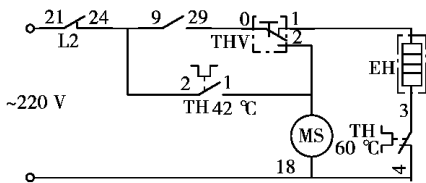

图 2.18 加热电路
1) 静止加热程序 洗衣机进入静止加热程序后,如果调温器选择了加热温度而且该温度低于 42 摄氏度,此时温度控制器 TH42 摄氏度常开触点不起作用,电流经水位开关 L2 的 21-24、程控器触点 9-29、调温器常闭触点 P-1 和加热器 EH,对洗涤液加热至洗涤液温度达到设定值后,调温器 THV 的触点 P-1 断开,切断加热电路,触点 P-2 动作接通程序控制器电动机 MS,使其得电旋转,洗衣机进入洗涤状态。若调温器选择温度高于 42 摄氏度,则加热器把水温加热到 42 摄氏度时,温控器常开触点 TH42 摄氏度动作,接通程序控制器电动机 MS 使其得到电旋转,洗衣机进入洗涤状态。因为调温器触点 P-1 没有动作,加热电路继续得电,所以,此时洗衣机边加热边洗涤。值得注意的是,在以上两种加热程序中,程控器电动机 MS 未得电前,整个洗衣机处于静止状态,所以该两种加热程序称为静止加热程序。静止加热电路见图 2.18。